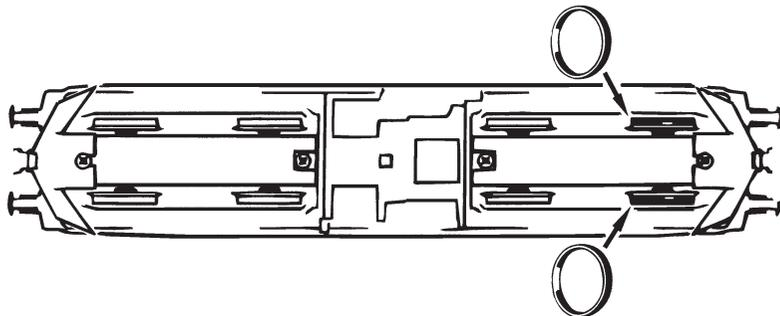
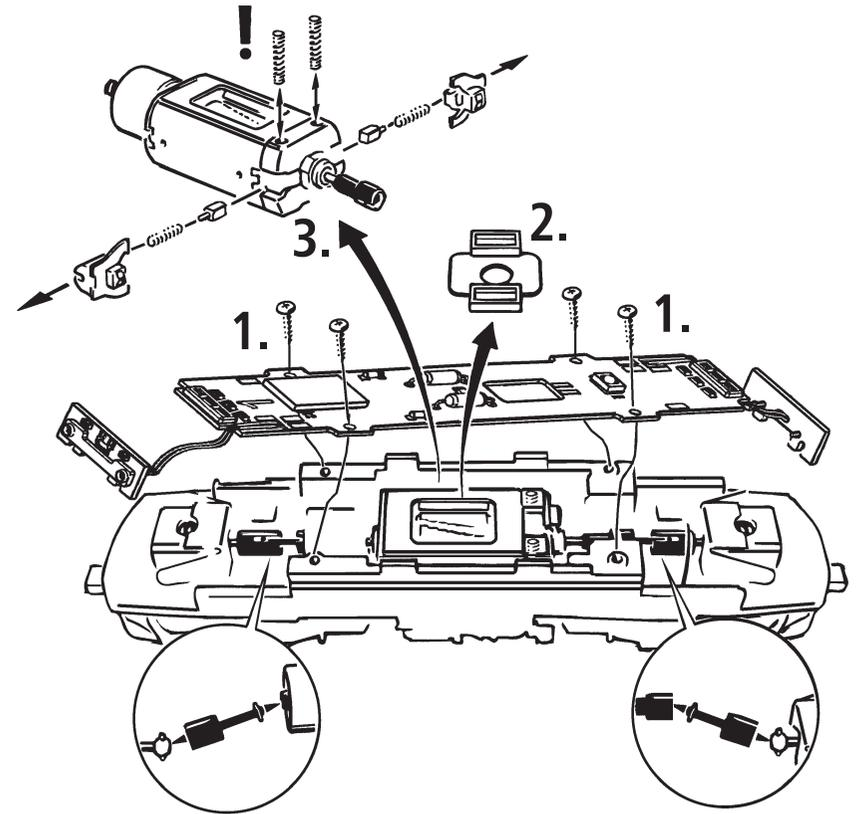
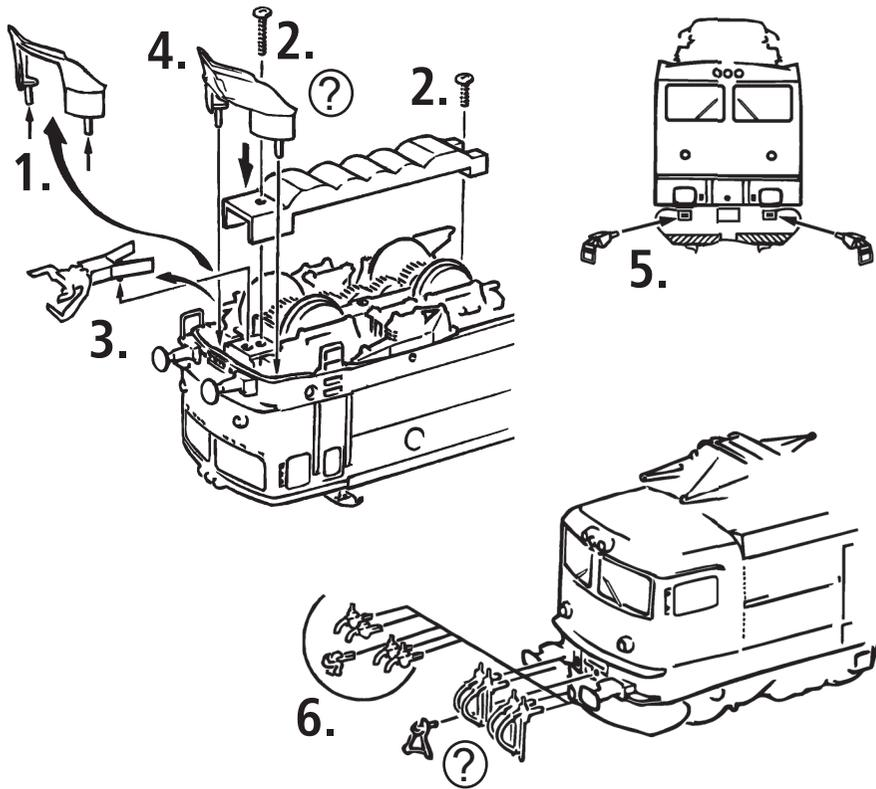
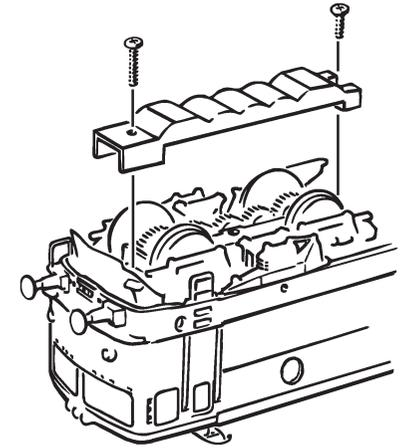

Fig. 8
Fig. 9
Fig. 3
Fig. 5
**Mehrzugbetrieb:** Zuerst Lokgehäuse abnehmen (Fig. 3). Danach den Brückenstecker aus der Schnittstelle entfernen (diesen sorgsam aufbewahren). Danach den Stecker des Steuerbausteins lagerichtig einsetzen (siehe Fig. 5).
**2. Schmierung:** Versehen Sie die im Schmierplan in Fig. 8 gekennzeichneten Stellen mit nur **kleinen Öltropfen**. Dazu zuerst das Lokgehäuse abnehmen (Fig. 3). Wir empfehlen den ROCO **Öler Art.-Nr. 10906**. Fürs Schmieren der Getriebeteile (Zahnräder, Schnecke) empfehlen wir das **ROCO-Spezialfett Art.-Nr. 10905**. Im Falle der Schmierung diese Teile **nicht ölen**.
**4. Kohlebürstenwechsel:** Lokgehäuse abnehmen (Fig. 3). Danach wird der Motor ausgebaut und die Kohlebürsten ausgewechselt (Fig. 9).
Finally put the plug of the chip into the interface as shown in fig. 5.
**2. Lubrication:** Apply **tiny oil drops** to spots marked in fig. 8. Prior to lubrication dismantle locomotive (fig. 3). We recommend using item no. **10906, ROCO oiler**. For lubrication the gearparts (e.g. cogwheels, worm) we would recommend our ROCO **special grease** (item no. **10905**).
**4. Carbon Brush Changing:** First remove locomotive body (fig. 3), and then the motor (fig. 9).
Tag försiktigt bort pluggen som sitter i kontakten på kretskortet (spara pluggen för framtida bruk). Sätt dit dekoderns kontakt i rätt position (fig. 5).
**2. Smörjning:** Lägg små droppar olja på platserna som vitsas på fig. 8. Tag av lokkåpan först (fig. 3). ROCO:s olja art. nr: **10906** rekommenderas för detta. Använd ROCO:s specialfett art. nr. **10905** för smörjning av kugghjul. Om dessa delar redan är smorda/infettade vänta med smörjning/infettning till ett senare tillfälle.
**4. Byte av motorkol:** Tag av lokkopån först (fig. 3). ag ur motorn och byt motorkolen enligt fig. 9.
1. siehe } Fig.3